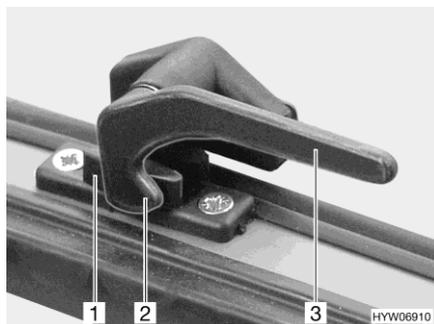

Fig. 64 Palanca de bloqueo (posición "cerrada")
- Girar todas las palancas de bloqueo (Fig. 64,3) un cuarto de vuelta hacia la mitad de la ventana.
- Girar todas las palancas de bloqueo (Fig. 64,3) un cuarto de vuelta hacia el marco de la ventana. El saliente de bloqueo (Fig. 64,2) se encuentra siempre en la cara interior de la ventana (Fig. 64,1).
- En la posición "cerrada fijamente" (Fig. 64)